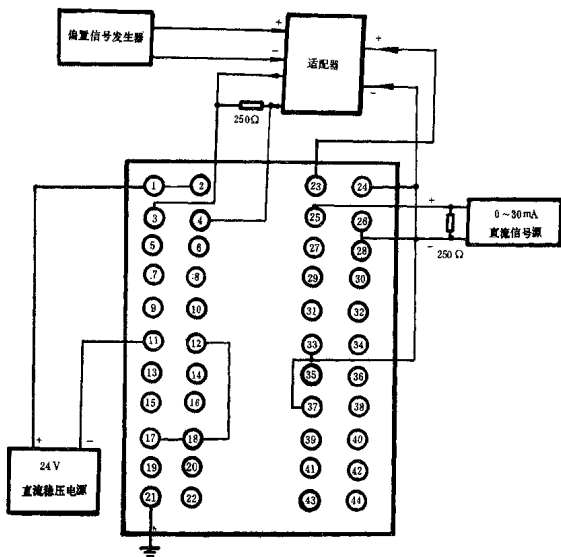

图4 闭环试验接线图
- a. 按图 4 接线, 串级运行方式, 影响量试验时, 可不接适配器及偏置信号源, 23 与 ③ 及 24 与 ④ 分别短接;